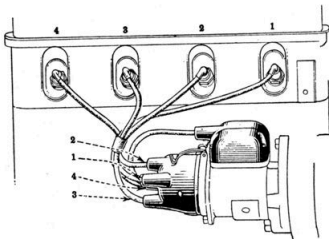

Bild 19. Tändningsföljd 1, 3, 4, 2.
Om kablarna av någon orsak toges bort, se till att de åter sättas fast på sina rätta platser på magneten. (Bild 19 visar den rätta kopplingen.)
För att komma åt brytarmekanismen tager Ni bort fördelarlocket och vevar motorn, tills fördelarens rotorspets pekar exakt på nr 1 på fördelarlocket och impulskopplingen just verkat. Tag därefter bort rotorn och fördelarlocket genom att lossa de tre skruvarna (se A bild 19). Veva icke motorn, när fördelarhuset är botten, ty då kan det bli nödvändigt att åter ställa in magneten i förhållande till motorn. Tag bort brytarmen och fästet från brytarhuset och rengör alla delarna. Kontrollera brytarspetsarna och putsa kontaktytorna, om det är nödvändigt, med en skarp magnetfil. Om spetsarna äro mycket förslitna, böra de utbytas.
- 6) Drag till monteringsbultarna ordentligt. Sätt fast tändstiftskablarna vid magnet och tändstift. Börja med att koppla första cylinderns tändstift med hylsan märkt "1" på fördelarlocket, koppla nästa hylsa med stiftet i tredje cylindern, nästa med nr 4 och den sista med andra cylinderns stift (se bild. 19 och 20).